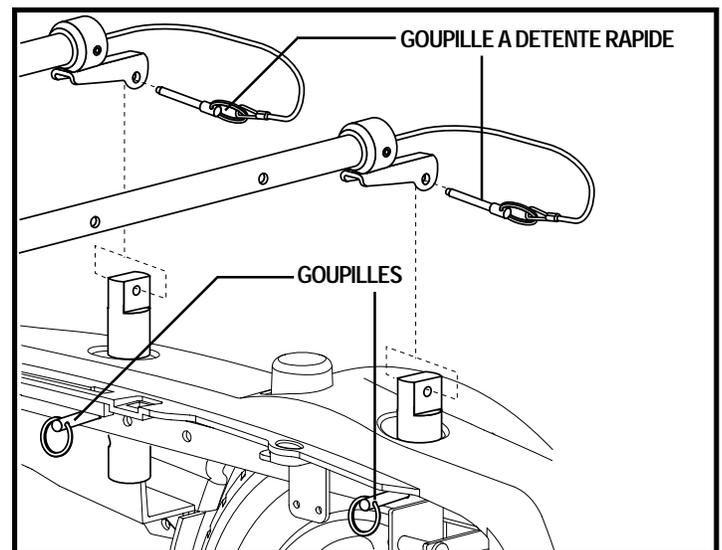

Figure 16. Réglage de la hauteur du siège
6. Retirez les goupilles à détente rapide des barres (avant/arrière) de siège. Voir la figure 16.
9. Retirez les goupilles des quatre tourelles de siège. Voir la figure 16.